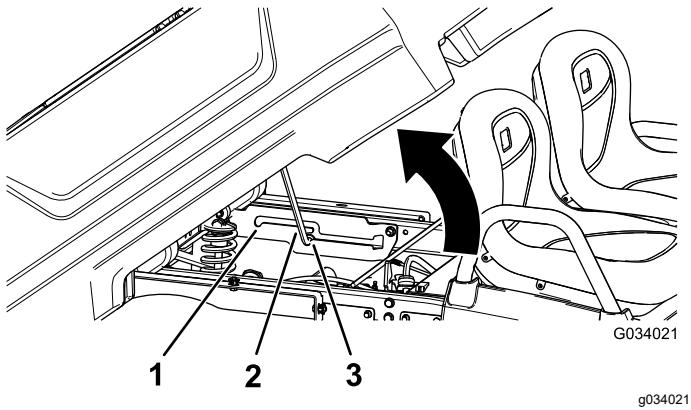

Figure 22
2. Engagez la béquille dans le cran de verrouillage pour bloquer le plateau en position déchargement (Figure 22).
2. Engagez la béquille dans le cran de verrouillage pour bloquer le plateau en position d'entretien (Figure 22).
2. Tirez la béquille hors de la fente de verrouillage (Figure 22).